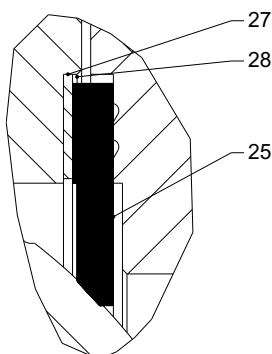
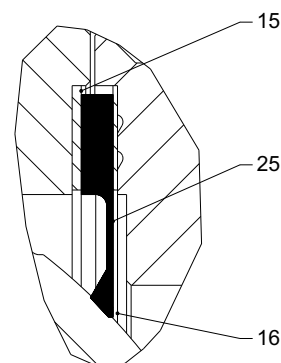

Bild 7: Sitzring TC (PTFE)
Bild 8: Sitzring KC (Stellit)
- Die dichte Verpressung zwischen Dichtelement (Pos. 25 sowie ggf. 15/16) zwischen Klemmring und Gehäuse (Bild 7 + Bild 8) erfolgt über die Schraubverbindung der Flansche. Dies ist bei der Festlegung der zur Betriebsdichtheit erforderlichen Schraubenanzugsmomente zu berücksichtigen.